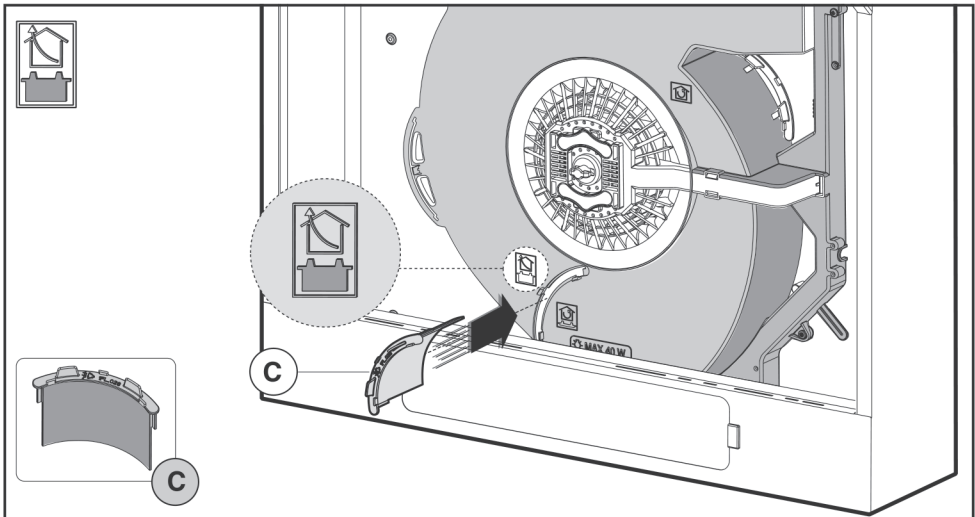

Рис. 8
4. Удалите девиатор **C**, как указано на рис. 8 (этапы 1–2), и установите его в соответствующем месте, как указано на этапе 3.
5. Перочинным ножом разделите пробку закрытия **D** (рис. 8, этап 4).
6. Закройте отверстие, как указано на этапе 5 на рис. 8.